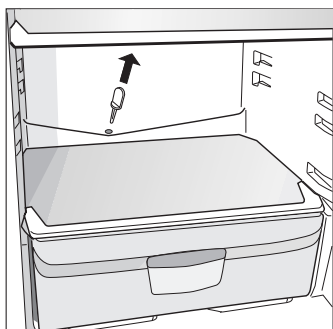

Fig. 3
Este aparelho tem descongelação automática e a água é captada através de uma apropriada conduta para a parte traseira (fig. 3) onde o calor produzido pelo compressor a faz evaporar. A única intervenção que deve efectuar periodicamente consiste em limpar o furo de descarga que se encontra atrás do recipiente para verduras afim de permitir que a água passe regularmente.
- o furo da saída de água de descongelação está obstruído (ver fig. 3).